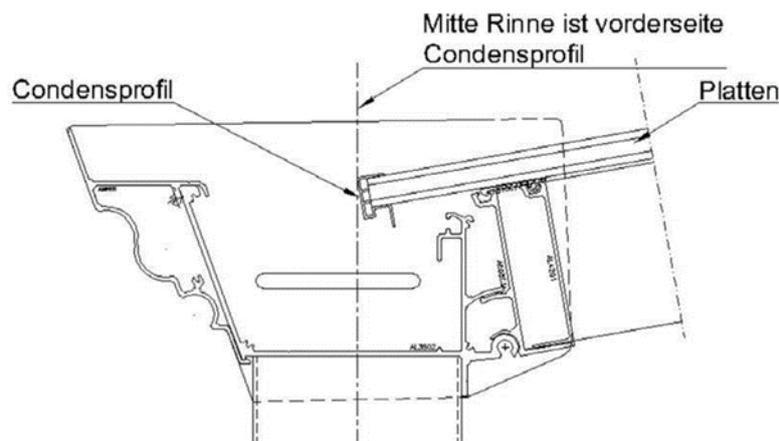

Abb.: 22
- Die Vorderseite vom Kondenzprofil liegt mittig der Rinne. (siehe Abb.:22)